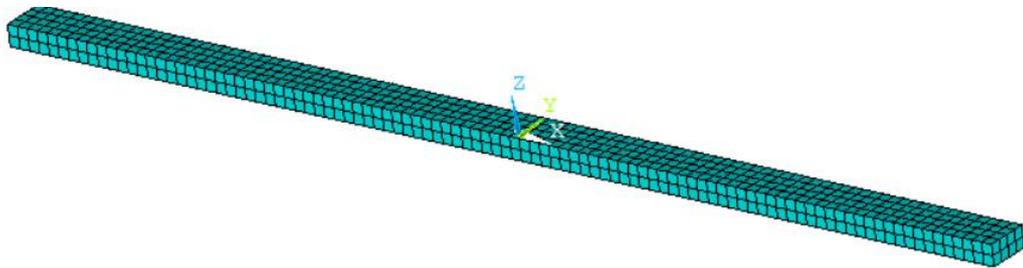

图 064-1
1、首先，使用有限元软件建立一个矩形截面梁模型，其几何尺寸为：长 5m，宽 0.2m，高 0.1m；定义材料参数：弹性模量 30GPa，泊松比 0.2，密度 2400kg/m³；采用实体单元划分六面体网格，单元尺寸为 0.05m。如图 064-1 所示。